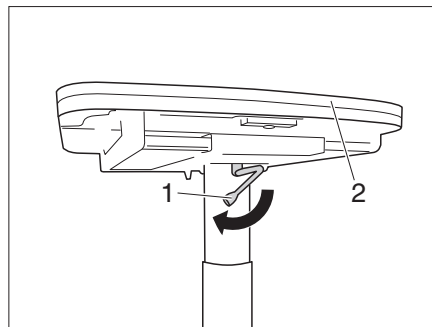

Bild 101 Sänk bordet
- Vrid låsspaken (Bild 101,1) till vänster. Spärren är öppen.
- Tryck ner bordsskivan (Bild 101,2) i mitten och håll den nertryckt.
- Vrid låsspaken (Bild 101,2) till höger. Lyftbordet är låst.